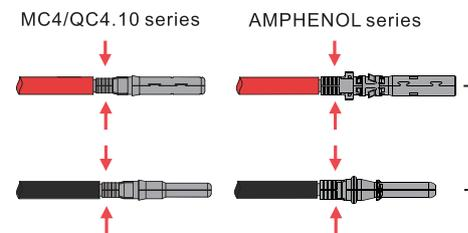

Abb.4.1-2 PV-Kabel an die PV-Anschlüsse
Step 2. Schließen Sie die PV-Kabel an die PV-Anschlüsse an, siehe Abbildung 4.1-2.